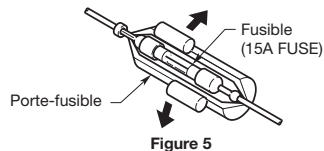

Figure 5
- Pour remplacer le fusible, retirez le fusible sauté du cordon d'alimentation et installez-en un nouveau. (Figure 5)